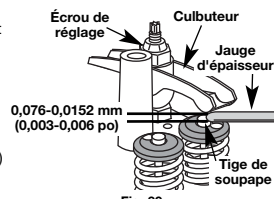

Fig. 39
- a. Tournez l'écrou de réglage à l'aide d'une clé de 8 mm (5/16 po) ou d'un tournevis à embout hexagonal (Fig. 39).